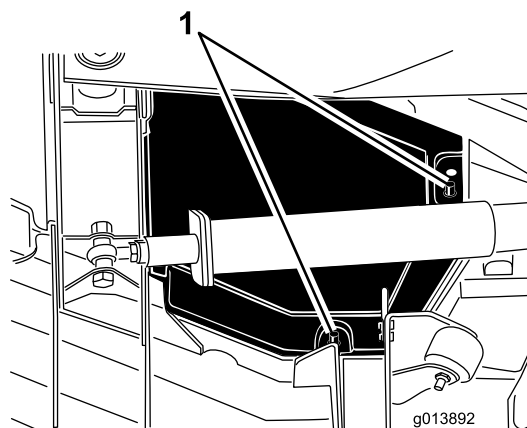

図 45
4. 取り付け用のポストから、後側のエッジと内側のエッジ部を外す 図 45。